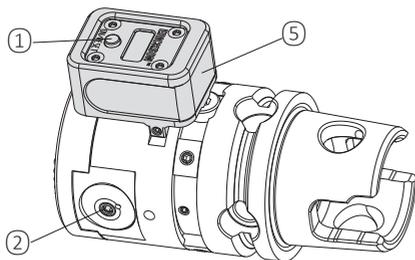
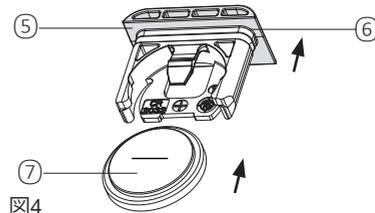

図2
図4
- ① バッテリー充電表示 (Low Battery)
- ② - 符号
- ⑦ インチ表示のコンマ
- ⑧ インチ表示値
**バッテリー交換 (図2、4)**
交換するには、バッテリー入れ⑤ (図2、4) をディスプレイユニットから引き出し、古いバッテリーを取り外して、適切に廃棄します。新しいバッテリーを正しい方法で差し込みます (図4)。バッテリー入れをスライドさせて、ディスプレイユニットの奥まで差し込みます。